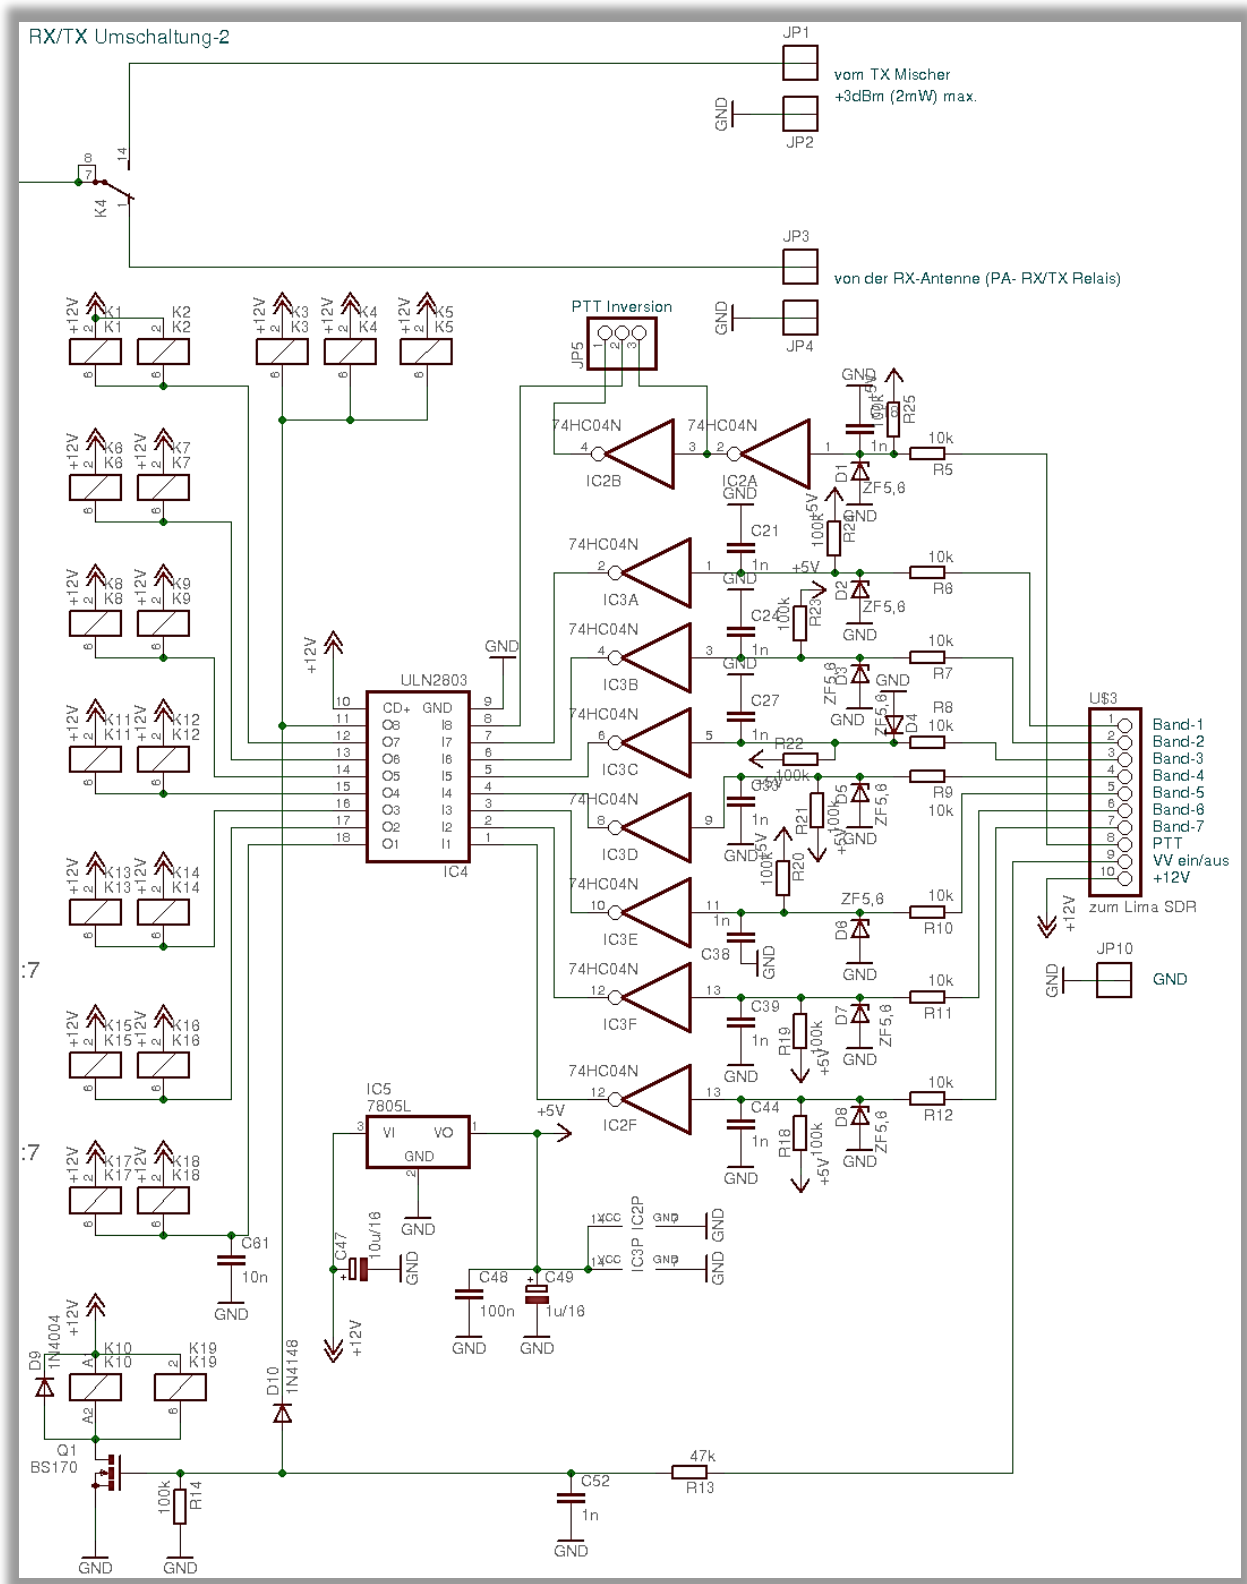

Fig. 23, Relais schakelschema.
5.8. Relais schakeling, detail, fig. 23.